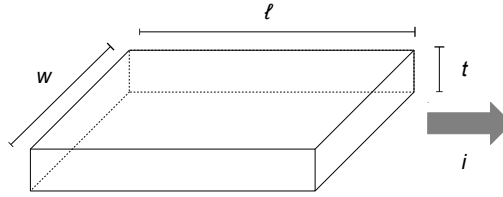

Figura 7: Schema di un conduttore ohmico sottile.
- **Conduttore ohmico sottile.** Considerando uno strato di conduttore ohmico di spessore  $t$  (figura 7) la resistenza del conduttore ohmico sarà: